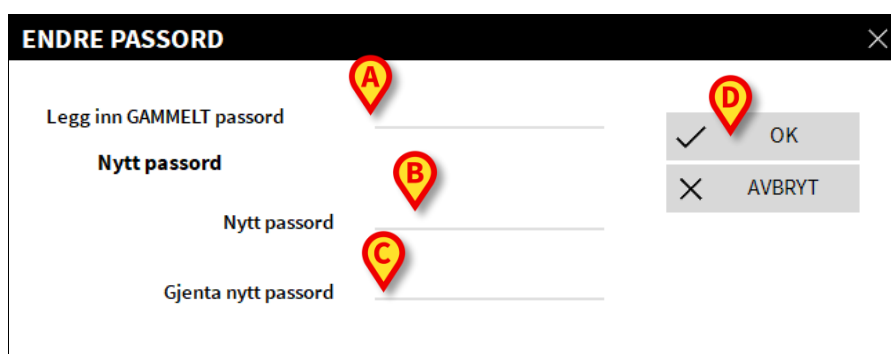

Fig 31
- Legg inn det nåværende passordet i “**Legg inn det GAMMELT passord**”-feltet (Fig 31 A).
- Legg inn det nye passordet i feltet angitt på Fig 31 B.
- Legg passordet inn igjen i “**Gjenta nytt passord**”-feltet (Fig 31 C).
- Klikk på **Ok**-knappen (Fig 31 D).